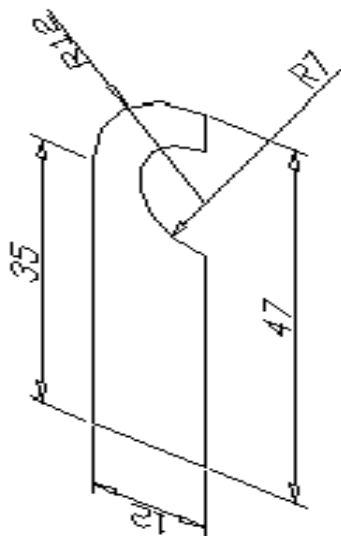

图 7-87
(24) 打开“极轴”和“象限点”捕捉方式，单击【绘图】工具栏上的  按钮，捕捉大圆的第二象限点作为多段线的起点，再沿“X”轴负向偏移“47”个单位作为多段线的第二点，再向“Y”负方向偏移“12”，再捕捉大圆的第三象限点作为多段线终点。
(25) 单击【修改】工具栏上的  按钮，将多余的线段剪切。如图 7-87 所示：